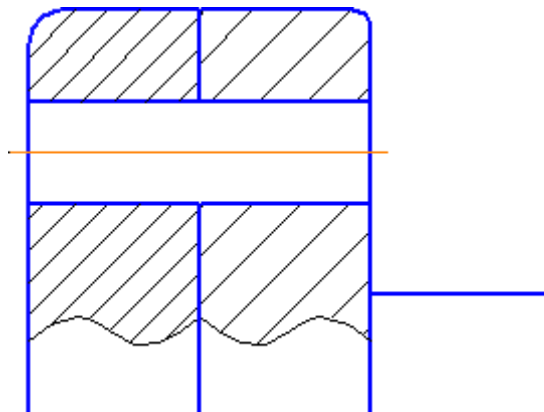

Рисунок 31.
- Увеличьте место установки набора (рис. 31).